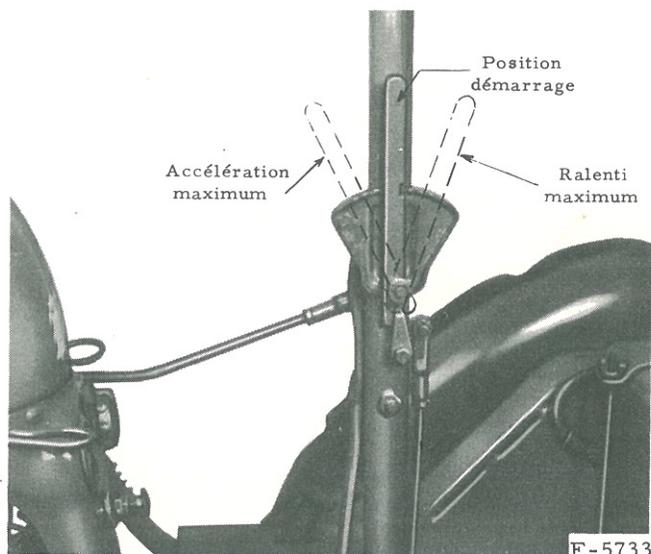

Figure 7
3. Amenez la manette de commande du régulateur à la position de démarrage (1/3 de sa course vers l'avant). Voyez figure 7.